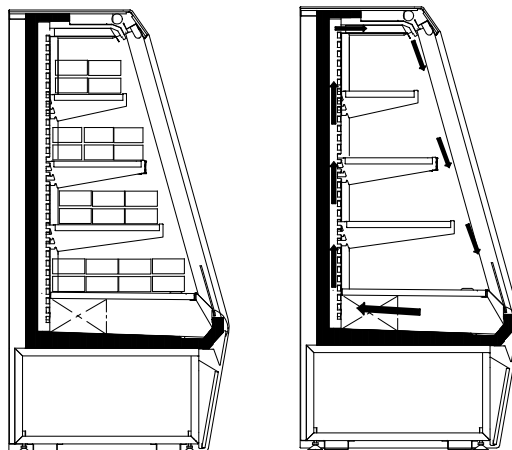

Fig. 12
- Non ostruire le feritoie di distribuzione del freddo che garantiscono il corretto flusso dell'aria (FIG. 12 pag. 4)